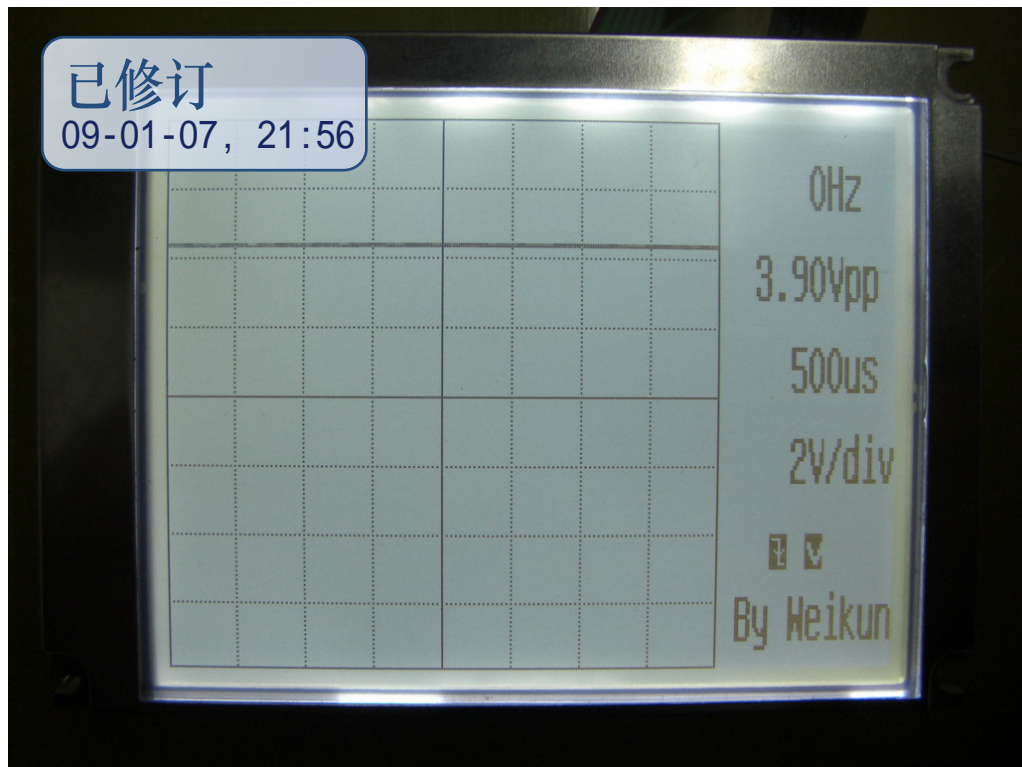
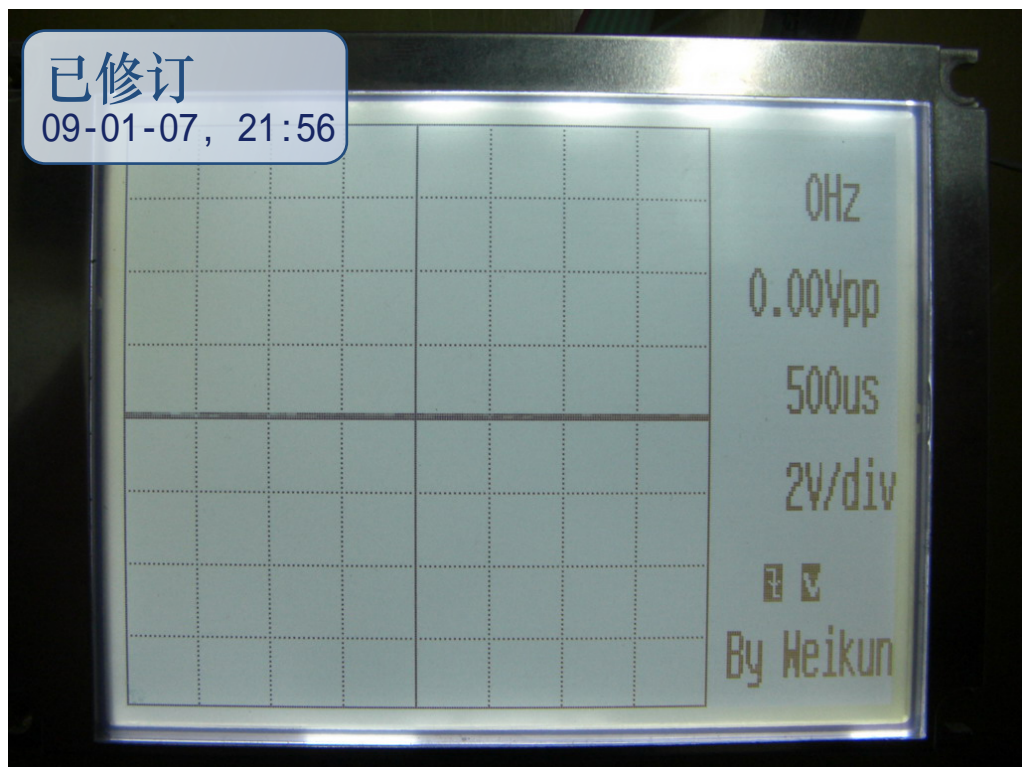

图19：基线偏离
图20：基线正常
3. 将以上调整好后,本示波器就能正常显示了,这一步要做的就是让它正确显示,进入示波器界面后屏幕的右边应该能看见水平扫速、电压灵敏度等各种参数,显示可能不正常但应该有显示,否则说明两片单片机之间的通信不正常,要检查三根SPI通信线是否连接正确,如果有参数显示继续往下走。下来是调整示波器的基线,未调整的基线一般不会在水平中线位置,将程控放大电路的输入端对地短路,这时会在LCD屏上看到一条横线(如图19所示),如果横线在最上边或最下边说明基线电压偏离太远,这时调节程控放大器电路板上的Rw1,使其回到水平中线位置(如图20所示),此时测量程控放大器的输出端对地的直流电压应改为2.5V,因为AD转换器的输入电压范围为1.5V至3.5V,输入幅度为2Vpp,所以基线电压应该为AD转换器的输入中点电压。在调节好基线电压后,按4个功能键看各参数的变化是否正常,否则检查各控制线是否连接正常,我曾将控制时钟的4根线高低位接反导致屏幕上显示的最高水平扫速而实际是最低水平扫速,程控放大器也一样,接错会导致垂直电压灵敏度混乱,由于各电路板之间的连线比较多,所以在连接各块电路板时一定要细心谨防接错。